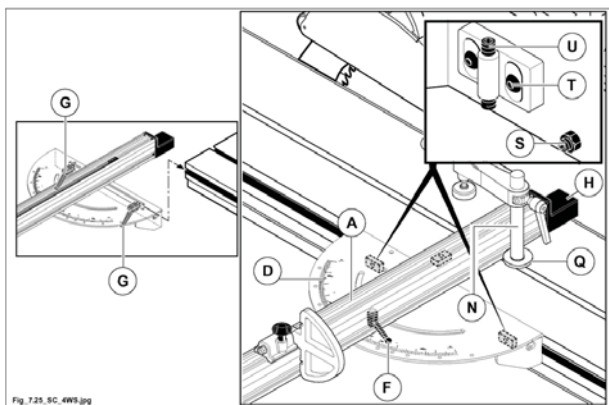

Fig. 7.25
- Sbloccare il gruppo riga ruotando (in senso antiorario) la colonnetta (N fig. 7.25);
- allentare la maniglia (F fig. 7.25);
- per l'esecuzione di tagli angolari ruotare il gruppo riga (A fig. 7.25) facendo riferimento alla scala (D fig. 7.25);
- bloccare serrando la maniglia (F fig. 7.25);
- posizionare il pressore contro il gruppo riga accertandosi che la rosetta (Q fig. 7.25) si inserisca nella scanalatura;
- bloccare il gruppo riga ruotando (senso orario) la colonnetta (N fig. 7.25).
- allentare le leve (G fig. 7.25);
- agire sui grani (S fig. 7.25) per regolare il parallelismo al vagone;
- allentare le viti (T fig. 7.25) ed agire sui grani (U fig. 7.25) per regolare la posizione in altezza.
quando il paraschegge (H fig. 7.25) si usura, spostarlo dopo aver allentato le viti di fissaggio.